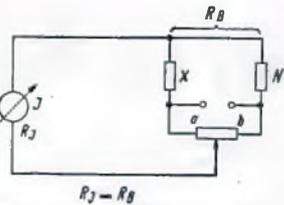

Bild 6. Der Widerstand des Nullinstrumentes muß gleich dem äußeren Brückenwiderstand sein.
2. der Widerstand des Null-Instrumentes J vom Instrument ausgehen gleich dem äußeren Brückenwiderstand ist (siehe dazu Bild 6).